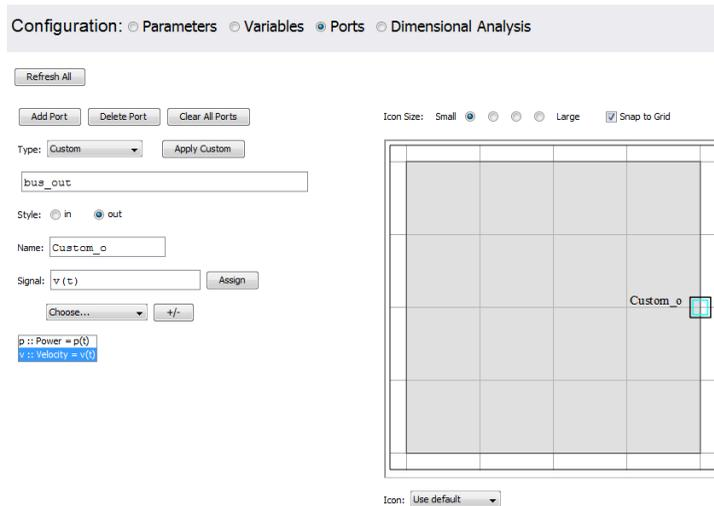

図6.10 カスタムポートの使用
14. このセクションの下部にあるドロップダウンメニューとリストボックスを使用して、Power 変数を $p(t)$ に、Velocity 変数を $v(t)$ に割り当てます。図6.10「カスタムポートの使用」に、テンプレートの完成したポートセクションを示します。